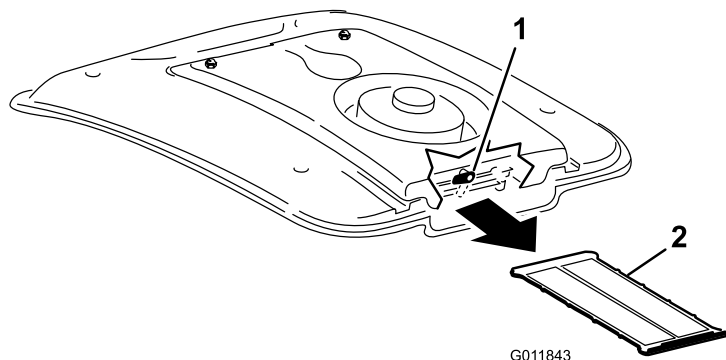

図 74
2. ファン・マウントの後部についているラッチを上に戻して横向きにする（図 74）。
3. エアコン・コイルからスクリーンを引き出す（図 74）。
4. スクリーンを圧縮空気ですていねいに洗浄する（図 74）。